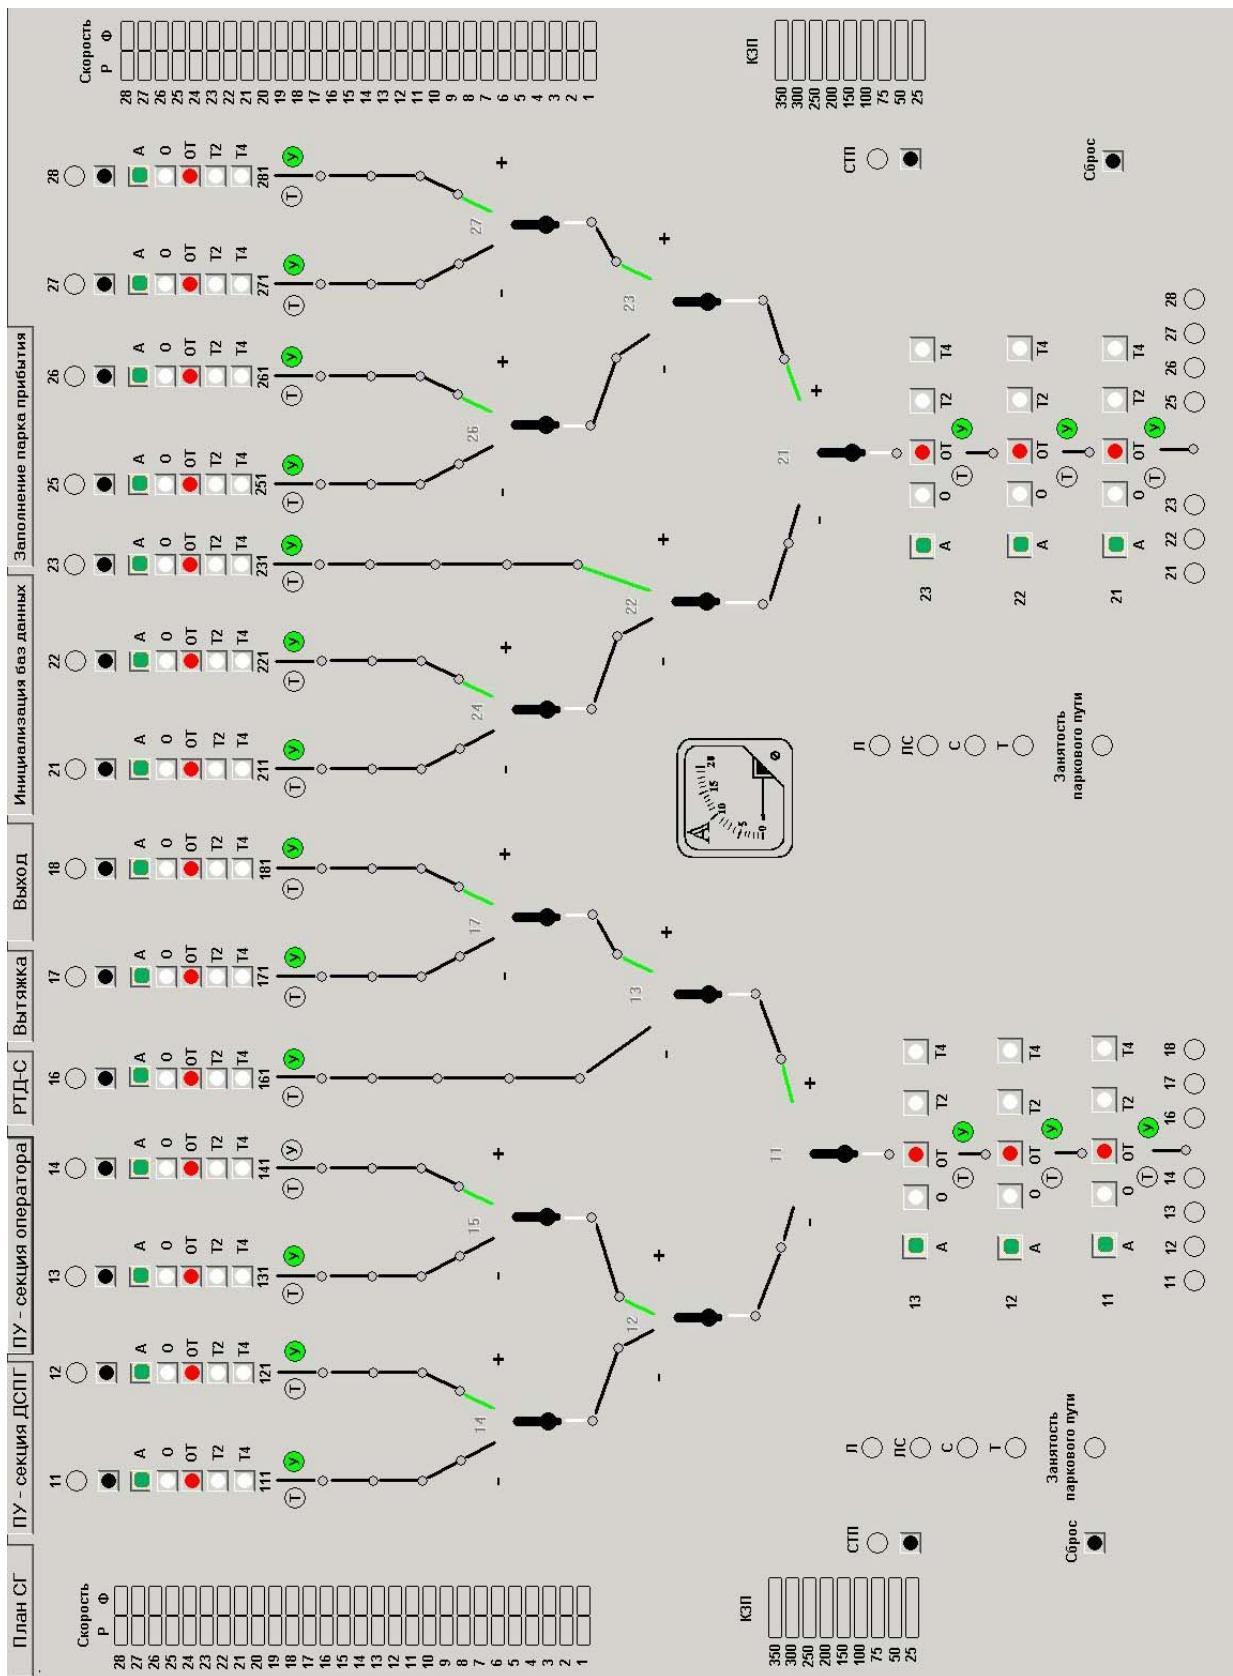

Рисунок 25
2.3.1. Светосхема – световые ячейки, изображающие изолированные участки схематического плана спускной части горки 1 и 2 пучков (рисунок 25). Устройство и назначение последних аналогично светосхеме секции дежурного по горке.
### 2.3.3. Контрольные лампочки (рисунок 25), в том числе: